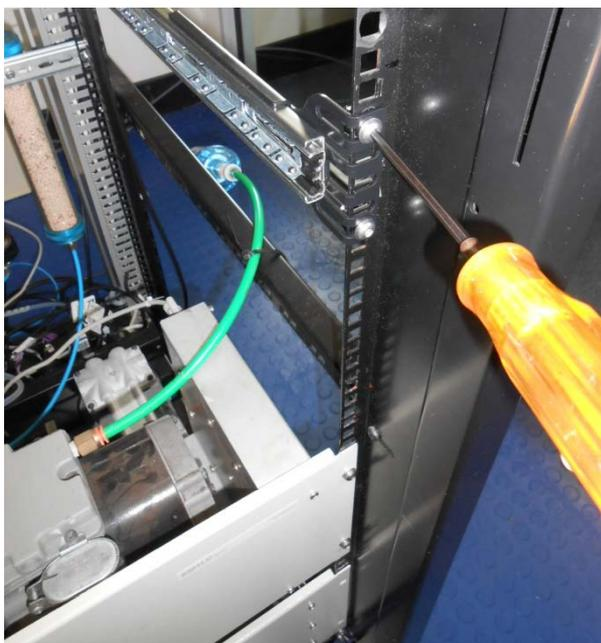

Figure 75 – Fixation des glissières à l’avant du rack
7. Fixer solidement les deux glissières externes assemblées sur les côtés gauche et droit du rack à l’aide d’écrous, de rondelles et d’écrous cages/bloquants M6 (voir Figure 75).